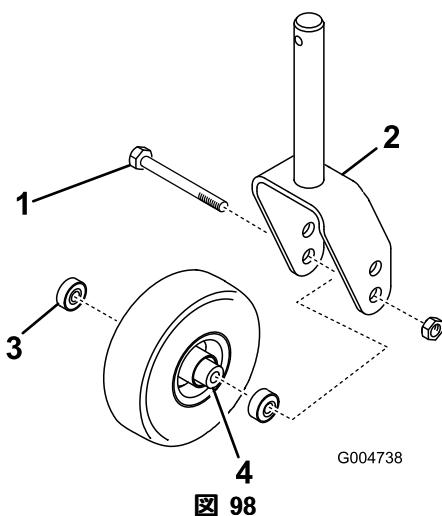

図 98
1. Rキャスタホイールアセンブリをキャスタフォーク((図 98) またはキャスタピボットアームに保持しているボルトからロックナットを外す。キャスタホイールをつかんでおいて、ボルトをフォークまたはピボットアームから抜き取る。
2. ホイールのハブからベアリングを外して、ベアリングスペーサーを床に落とす(図 98)。ホイールハブの反対側にあるベアリングを取りる。